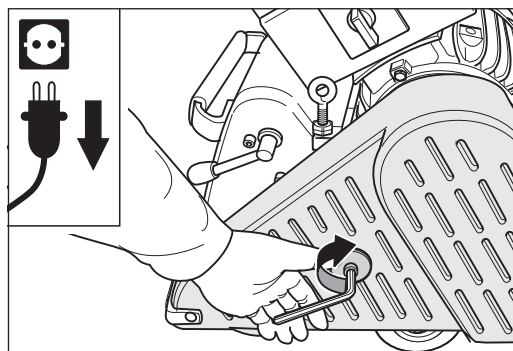

Abb. 117 Den Riemen­schutz schließen.
- 8 Schließen Sie den Riemen­schutz (Abb. 117).